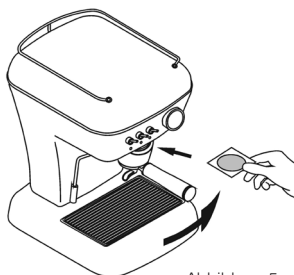

Abbildung 5
Wechseln Sie unter Lösen der Schraube im Brühkopf die Dusche. Setzen Sie das Sieb für Kaffeecialda´s in den Siebträger ein **7** bzw. verwenden Sie den Spezialsiebträger (10)(optional). Legen Sie die Kaffeecialda´s in den Siebträger. (siehe Abbildung 5) und verfahren weiter nach Punkt 3.5, 3.6 und 3.7